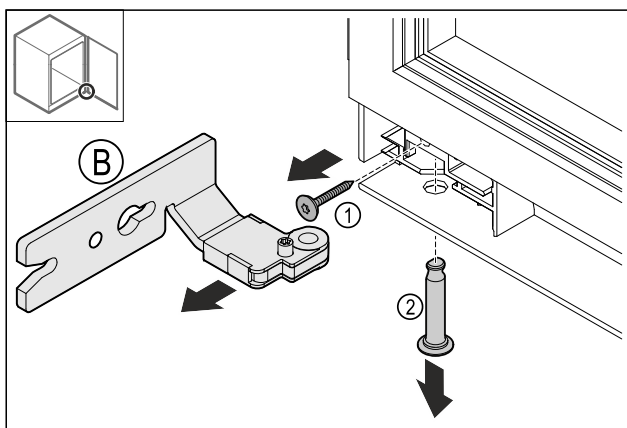

Fig. 17
- Odstraňte šroub Fig. 17 (1).
- Odstraňte čep Fig. 17 (2).
- Odstraňte závěs Fig. 17 (B).